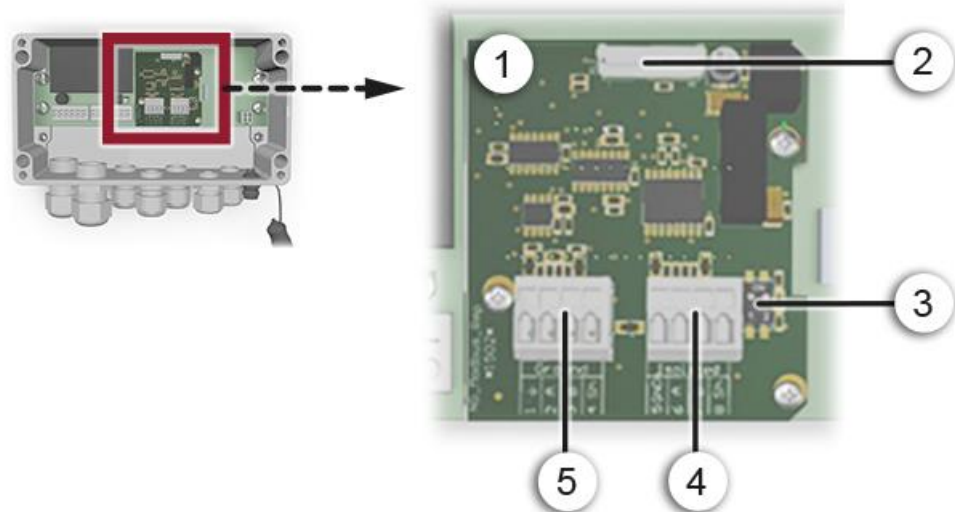

Abbildung 14: Übersicht des Modbus RTU Moduls im SIPOINT 2
①	Feldbuschnittstelle (Anschlussprint) für Profinet IO	②	Anschlussstecker zu SIPOINT 2-Print
③	Ethernet Port 1	④	Ethernet Port 2
- Wenn das Photometer als Endgerät eingesetzt wird, muss der DIL-Schalter S2/1 auf dem Anschlussmodul eingeschaltet (ON) sein (Abbildung 14, Pos. 3).